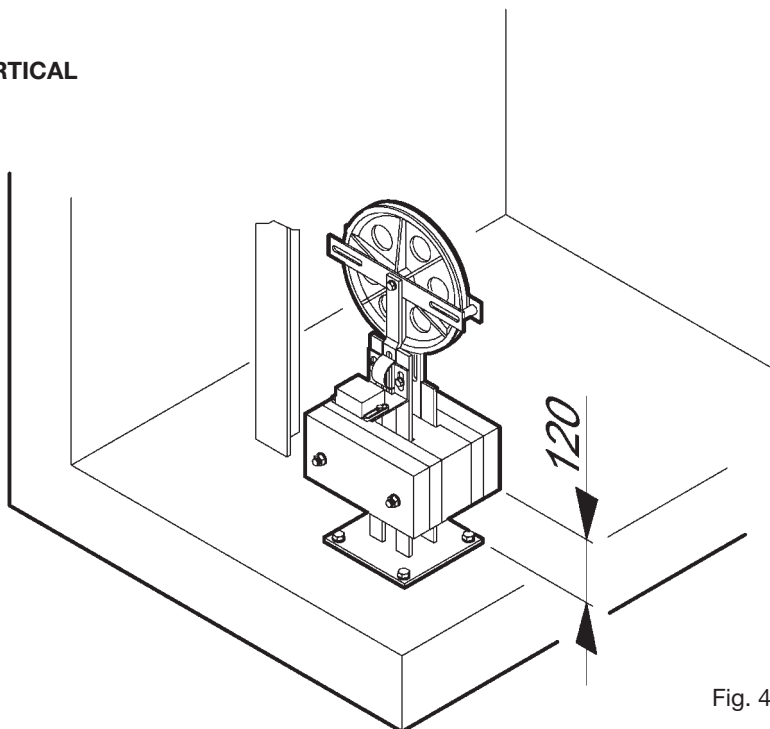

Fig. 4
- Monter l'étrier de guide du contrepoids de façon d'obtenir un parfait alignement entre la poulie du limiteur de vitesse et la poulie tendeuse (fig. 4)
- Soutenir le contrepoids jusqu'à ce qu'il se situe à une hauteur de 120 mm environs du fond du puits (valeur approximative) (fig. 4).